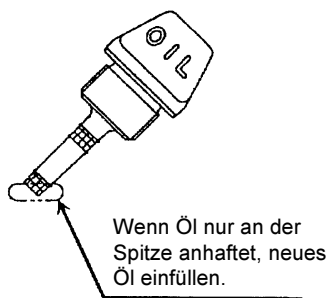

Abb.1
- Den Ölfühler herausnehmen, während das Gerät dabei gerade gehalten wird und überprüfen, ob der Ölstand zwischen den Markierungen für den oberen und unteren Ölstand liegt. Wenn so viel Öl verbraucht wurde, dass der Ölfühler nur an seiner Spitze vom Öl benetzt wird, insbesondere wenn der Ölfühler nur in den Getriebekasten hineingesteckt, aber nicht eingeschraubt wird (Abbildung 1), neues Öl über den Stutzen einfüllen.